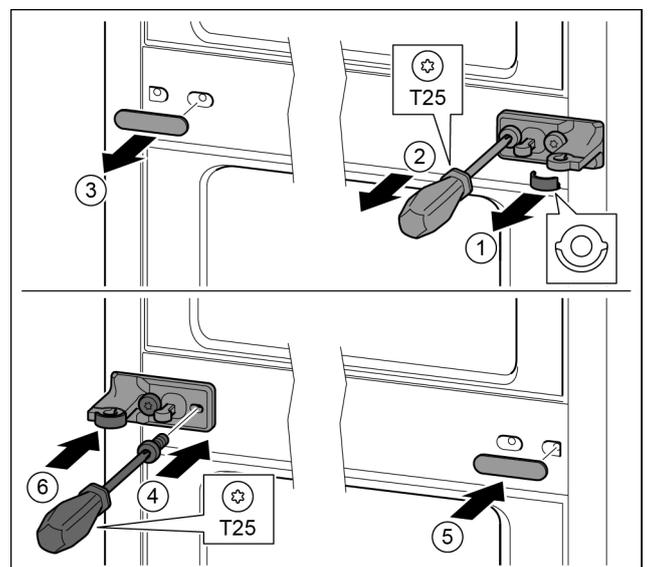

Fig. 14
- ▶ Scheibe abziehen. Fig. 14 (1)
- ▶ Schrauben mit Schraubendreher T25 herausdrehen. *Fig. 14 (2)*
- ▶ Abdeckung vorsichtig abziehen. *Fig. 14 (3)*
- ▶ Lagerbock mit Folie um 180° gedreht auf der anderen Seite fest anschrauben. *Fig. 14 (4)*
- ▶ Abdeckung um 180° gedreht auf der anderen Seite anbringen. *Fig. 14 (5)*
- ▶ Scheibe von vorn aufschieben. *Fig. 14 (6)*